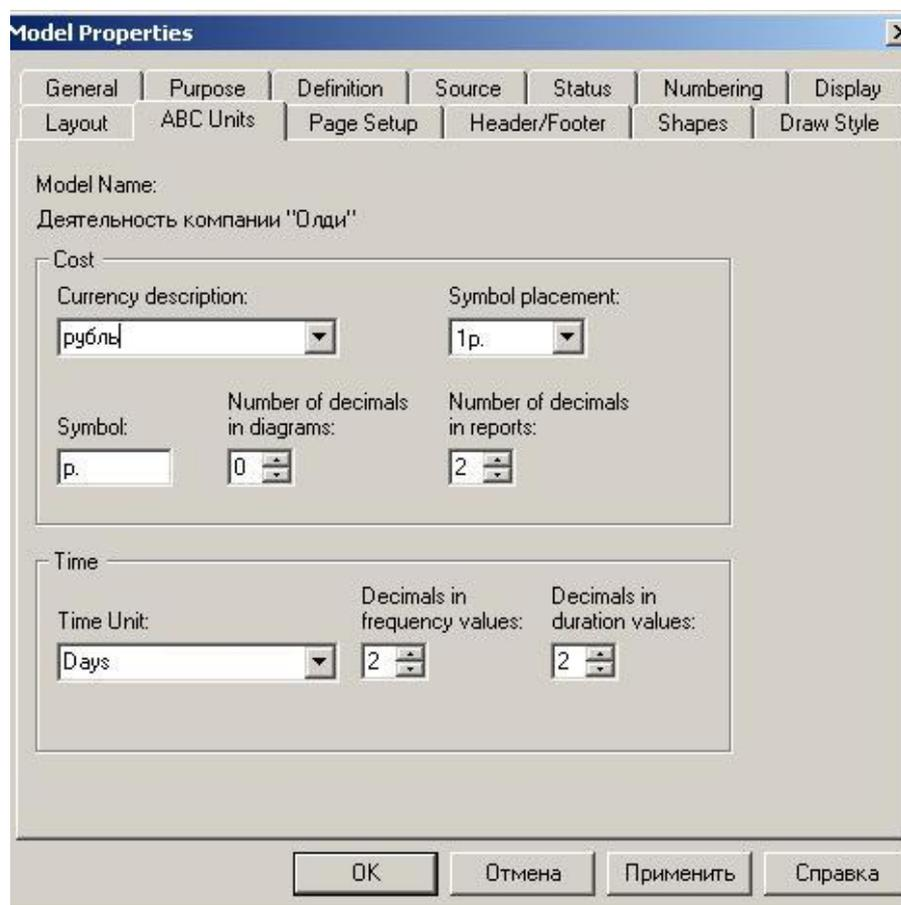

Рис.1. Вкладка ABC Units диалога Model Properties
1. Выполните меню Model/Model Properties выберите вкладку ABC Units (рис.1.) установите единицы измерения денег и времени –рубли и часы